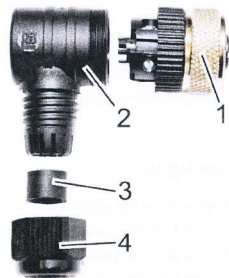

Fig. 10 : Connecteur
2. ▶ Glisser la vis de serrage (Fig. 10 /4) ainsi que le joint d'étanchéité (Fig. 10 /3) sur le câble.
3. ▶ Faire glisser le boîtier coudé (Fig. 10 /2) sur le câble jusqu'à ce que l'isolation extérieure soit visible à l'intérieur du boîtier.
5. ▶ Insérer la tête de connecteur (Fig. 10 /1) précisément dans le boîtier coudé et la visser.
6. ▶ Faire glisser le joint d'étanchéité (Fig. 10 /3) dans la partie inférieure du boîtier coudé (Fig. 10 /2), mettre la vis de serrage en place (Fig. 10 /4) et la serrer à la main avec une clé plate sans forcer.